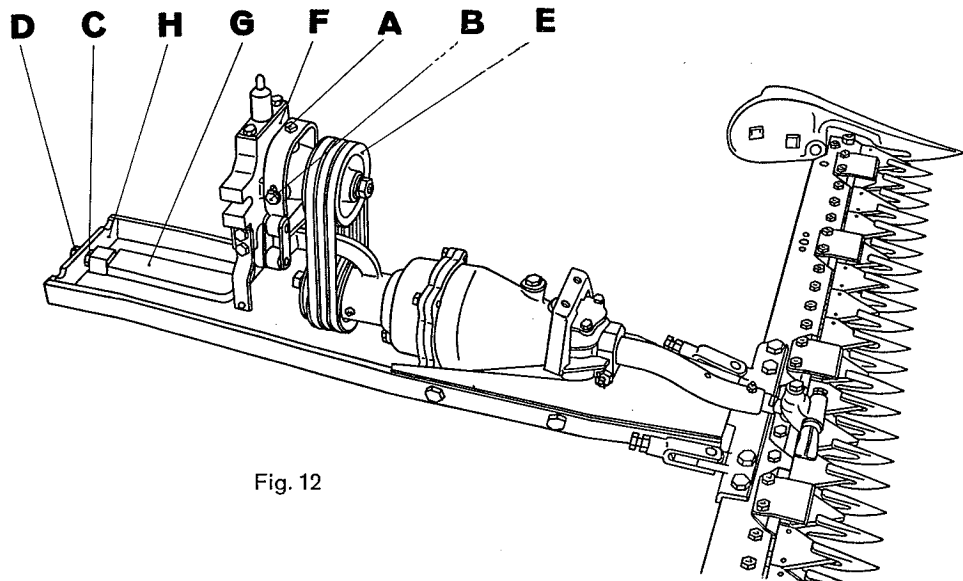

Fig. 12
10. Auswechseln der Keilriemen (Fig. 12)
10. Echange des courroies trapézoïdales (fig. 12)
10. Sostituzione delle cinghie trapezoidali (fig. 12)